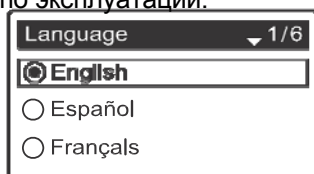

РИС. 8
1. **ЯЗЫК** Если желаемый язык уже отмечен черной точкой напротив него (См.Рисунок 8), перейти к Шагу 2. В противном случае, нажать кнопки ВНИЗ (▼) или ВВЕРХ (▲) на умягчителе, чтобы прокрутить до желаемого языка, затем нажать кнопку ВЫБРАТЬ (O) чтобы подтвердить его.
2. Нажать кнопку ВЫБРАТЬ (O) для перехода к следующему экрану «мастера настройки».